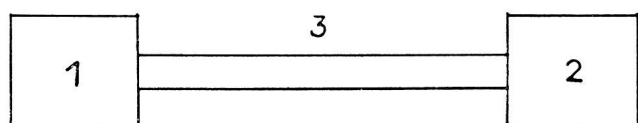

Fig. 1
**Le circuit.** On sait, de par la vie de tous les jours, que chaque installation électrique se compose d'un générateur, de lignes et d'appareils consommateurs d'énergie. Dans le cas des services publics d'alimentation en électricité on distingue: les usines électriques, les lignes et les consommateurs (moteurs, lampes, etc.). Ce système d'alimentation est toutefois très compliqué. Pour pouvoir en reconnaître le principe, choisissons le cas le plus simple. Supposons que nous n'ayons qu'un générateur et qu'un consommateur (voir fig. 1).